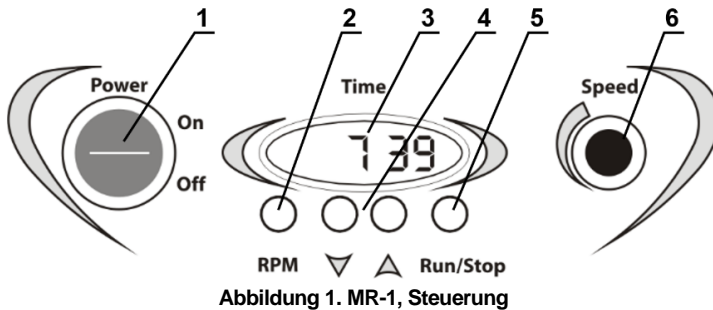

Abbildung 1. MR-1, Steuerung
5.1.1. Schließen Sie das externe Netzteil an eine geerdete Steckdose an. Schalten Sie den Netzschalter **Power** ein (Abb. 1/1). Das Display wird eingeschaltet (Abb. 1/3).
5.1.3. **Zeit einstellen.** Stellen Sie mit den Tasten ▲ und ▼ (Abb. 1/4) das erforderliche Zeitintervall in Stunden und Minuten (Schritt 1 Minute) ein, wie auf dem Display angezeigt (Abb. 1/3).
5.1.4. **Geschwindigkeit einstellen.** Stellen Sie mit dem Knopf **Speed** (Abb. 1/6) die erforderliche Schüttelgeschwindigkeit ein. Wenn Sie den Knopf drehen oder die Taste **RPM** drücken (Abb. 1/2), zeigt das Display (Abb. 1/3) die Geschwindigkeit in Schaukeln pro Minute (S/min) an.
5.1.5. Drücken Sie die Taste **Run/Stop** (Abb. 1/5). Die Plattform beginnt mit der Bewegung und der Timer beginnt mit der Zählung der verstrichenen Zeit für Werte unter 1 Stunde - in Minuten und Sekunden (mm: ss), über 1 Stunde - in Minuten (hh: mm). Die Geschwindigkeit kann während des Betriebs geändert werden.